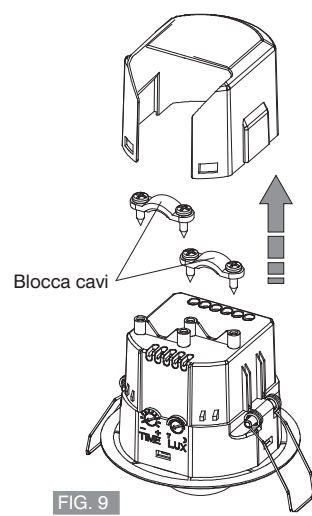

FIG. 9
- Togliere la cover coprimorsetti, svitare il o i bloccavi (fig. 9).
- Remove the terminal cover, unscrew the cable clamp(s) (fig. 9).